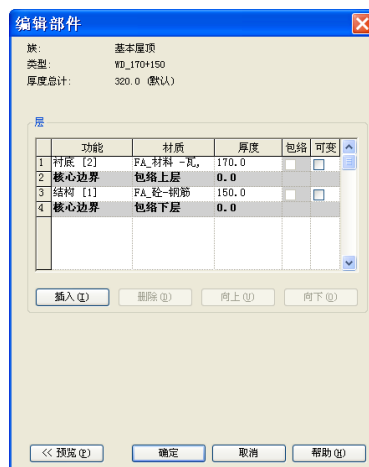
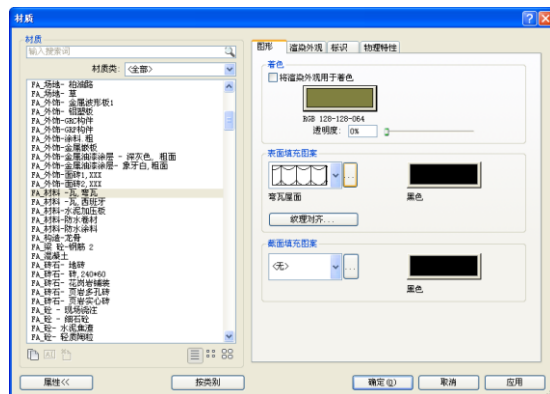

图 4-46
图 4-47
- 选择绘制完成的屋顶，点击“图元属性”，新建屋顶类型“WD\_170+150”，对类型属性中结构一项进行（如图 4-46 所示）设置，同时修改材质“FA\_材料 -瓦,西班牙”，其中表面填充图案选择上步操作中定制的模式填充图案“西班牙屋顶”，确定完成屋顶属性定制（如图 4-47 所示）。